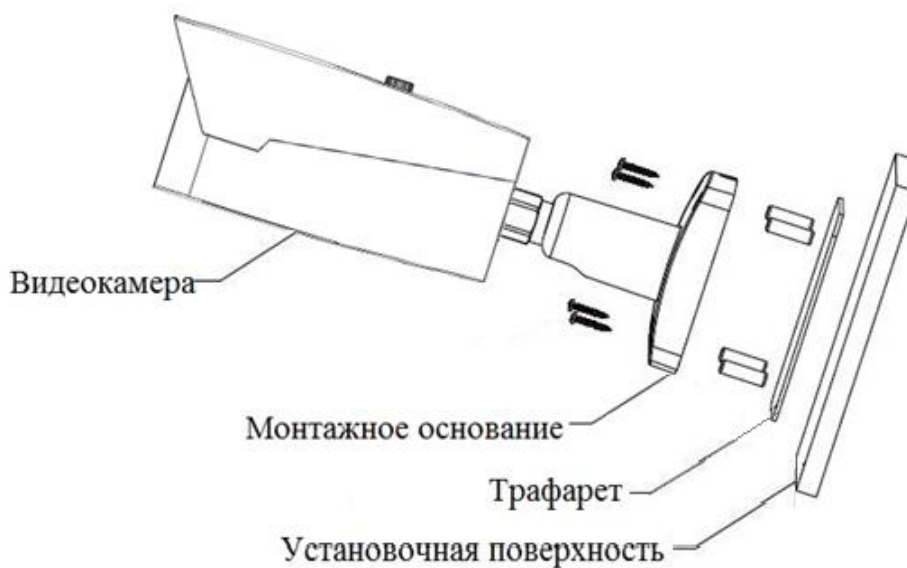

Рисунок 4
4.4 Прикрепите видеокамеру к установочной поверхности (рис.4). При необходимости поверните корпус видеокамеры на желаемый угол (рис.4).